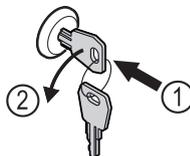

Fig. 170
- ▶ Вставьте ключ. *Fig. 170 (1)*
- ▶ Поверните ключ на 90° против часовой стрелки. *Fig. 170 (2)*